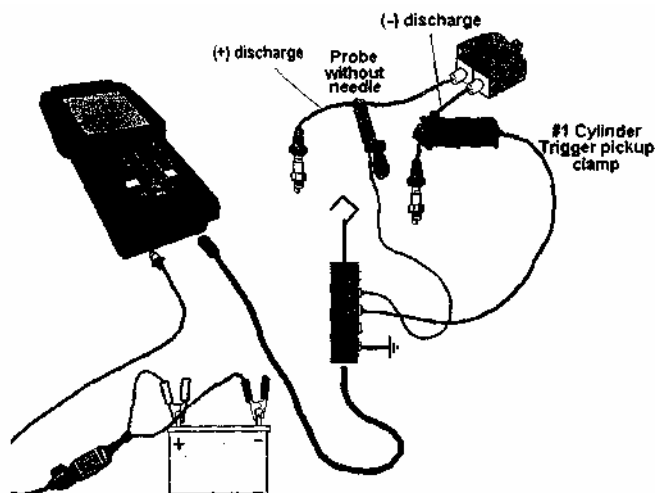

Рис. 4-27. DLI катушка с двумя выходами – Вторичный триггер
- Тип В: Оба кода высокого напряжения открыты (рис. 4-27), но первичных линий нет.
- d. Для типа В выберите вторичный триггер, используя зажим цилиндра #1 (рис. 4-27). Подсоедините зажим к одному из отрицательных кабелей высокого напряжения (CH3). Подсоедините зонд без иглы к положительному кабелю (CH2).